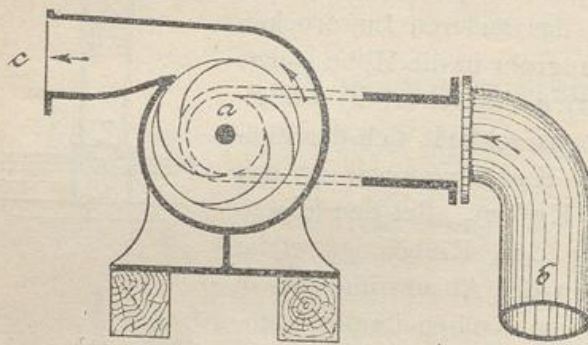

Abb. 176.
3. Die Kreiselpumpe (Abb. 176, 177) besteht aus Gußeisen. Sie enthält in einem Gehäuse ein Kreiselrad *a*, nämlich eine runde